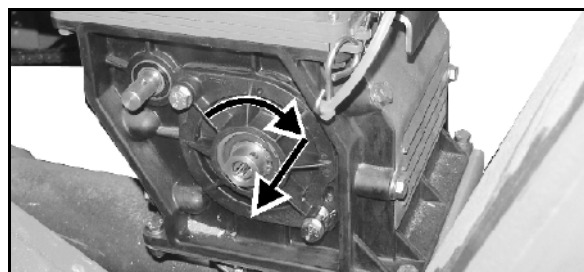

Рис. 75
10. Отверните и снимите крышку подшипника (Рис. 75).